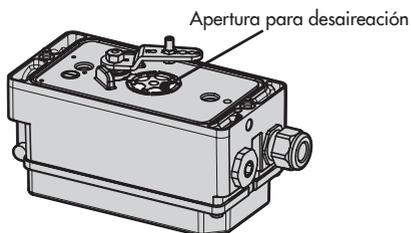

Fig. 5-1: Apertura para desaireación
- No cerrar o reducir la apertura de desaireación (ver Fig. 5-1).